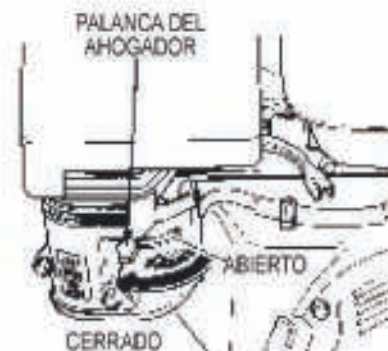

Figura 19. Palanca de ahogador
5. Posicione la palanca del ahogador en la posición de OPEN (abierto), Figura 19.
9. Si el motor ya arrancó, despacio regrese la palanca del ahogador (Figura 19) a la posición de **CERRADO (closed)**. Si no arranca repita los pasos del 1 al 5.